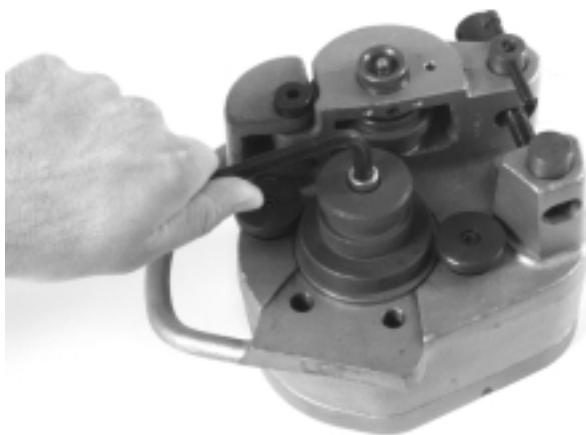

Figura 8 – Extracción del tornillo hexagonal fuera del rodillo de accionamiento
3. Extraiga el tornillo hexagonal que retiene al rodillo de accionamiento con una llave hexagonal de $5/16$ pulgada (*Figura 8*). Si va a usar un juego de rodillos para tubos de entre 8 y 12 pulgadas o uno para tubos de entre 4 y 6 pulgadas de diámetro, extraiga los pernos que retienen al rodillo de accionamiento con una llave hexagonal de $3/8$ pulg.